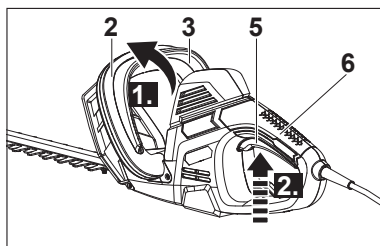

Fig. 5
1. Asegúrese de que el dispositivo de corte (hoja) (1) no toque ningún objeto. Retire la protección (10) del dispositivo de corte (hoja) antes de conectar el producto.
2. Mantenga el dispositivo con una mano en el mango delantero (2) y el otro en el mango trasero (6).
3. Fije el interruptor de seguridad (3) hacia el mango delantero (2) y mantenga esta posición (Fig. 5, el paso 1).
4. Pulse el interruptor on / off (5) para encender la unidad (Fig. 5, el paso 2).
5. Suelte el interruptor on / off (5) o el interruptor de seguridad (3) para apagar el producto.